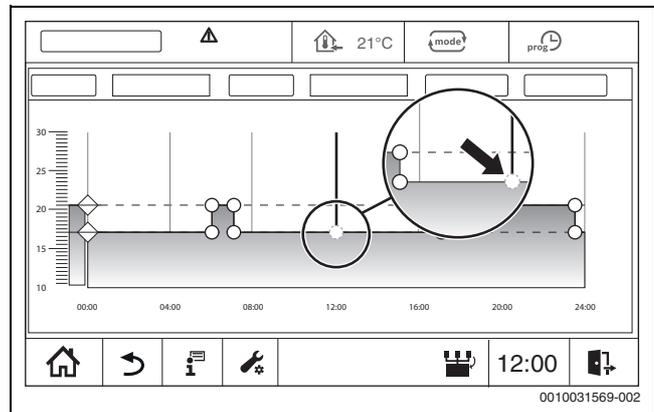

Bild 20 Schaltpunkt einfügen
- ▶ Schaltpunkt (→ Bild 20, Seite 20) antippen, eine Sekunde halten und auf die Temperaturlinie des Absenkbetriebs ziehen.